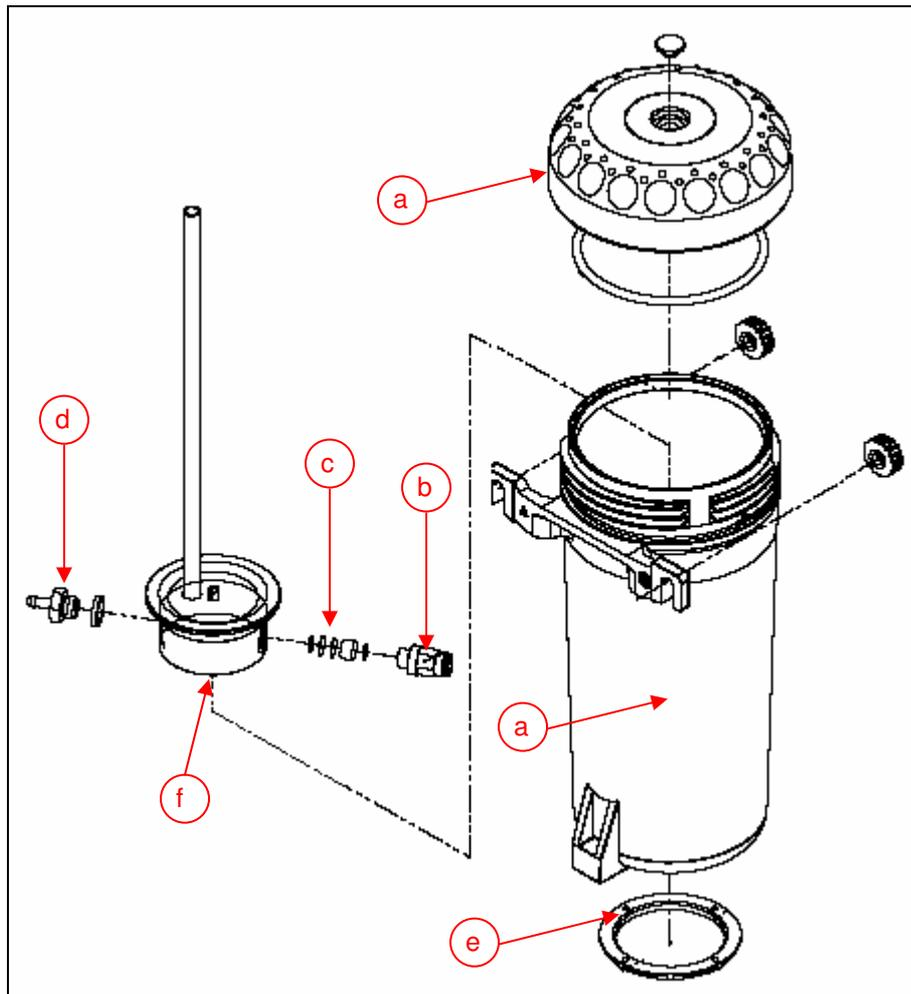

Abb. 7 Tank
- Tankdeckel (Abb. 7 a) abschrauben.
- Push-in Verschraubung (Abb. 7 b) herausschrauben und Filtersatz (Abb. 7 c) herausnehmen.
- Schlauchtülle (Abb. 7 d) incl. Dichtring herausschrauben.
- Mutter (Abb. 7 e) mittels Stirnlochschlüssel entfernen und die Mischkammer nach oben aus dem Tankmantel (Abb. 7 g) herausnehmen.
- Tankmantel (Abb. 7 g) über die Mischkammer stülpen und mit der Mutter (Abb. 7 e) befestigen. (mit 13 Nm anziehen).
- Schlauchtülle (Abb. 7 d) incl. Dichtring einschrauben.
- Filtersatz (Abb. 7 c) exakt in der gleichen Reihenfolge einlegen (Siehe Punkt 5.8).
- Push-in Verschraubung (Abb. 7 b) einschrauben.